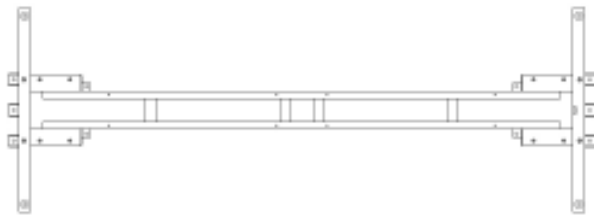

Fig.33 Abb.33
1. Collocare il telaio e la piastra fissa in base alla fig.32 (vedere fig.33).
1. Put the chassis and fixed plate according to Fig.32 (see Fig. 33).
1. Positionner le châssis et la plaque fixe en faisant référence à la fig. 32 (voir fig. 33).
1. Colocar el armazón y la placa fija según la fig. 32 (ver fig. 33).